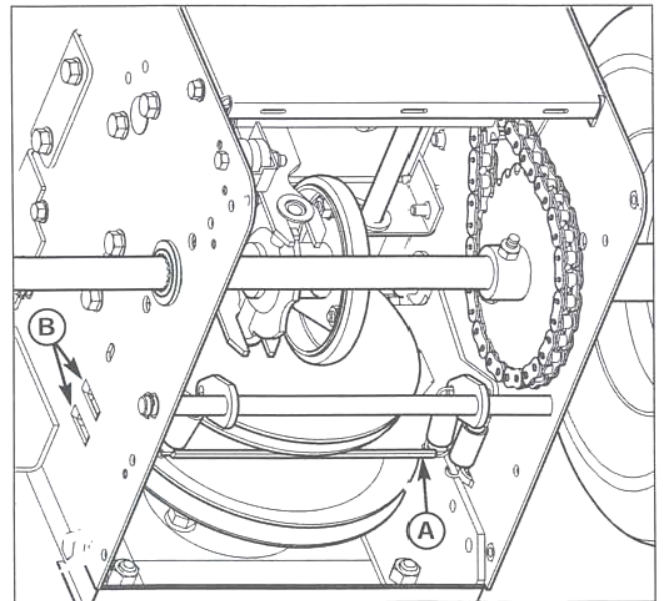

Рис. 35. Замена ремня привода хода
5. Снимите ось качающейся пластины (I), чтобы дать возможность качающейся пластине (А, рис. 35) повернуться вперед.
6. Снимите старый ремень привода хода (А) со шкивов (G) и (F). Замените ремень (А) на новый, приобретенный у авторизованного дилера.
7. Установите новый ремень привода хода (А) на шкивы (G) и (F).
8. Убедитесь, что холостой шкив (L) выровнен с ремнем привода хода (А).
9. Установите ось качающейся пластины (I) и зафиксируйте ее при помощи стопорного кольца (J), снятого ранее.
10. Нижняя часть качающейся пластины (А, рис. 35) должна быть расположена между проушинами (В). Убедитесь, что пластина хорошо закреплена.